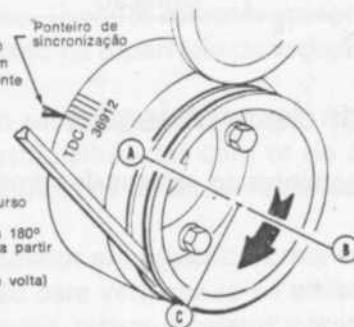

fig. 57
- Com o êmbolo n.º 1 no PMS, final do curso de compressão, posição "A" da fig. 57, verificar as seguintes válvulas:
- Girar a árvore de manivelas para a posição "B" da fig. 57 e verificar as seguintes válvulas:
- Girar a árvore de manivelas para a posição "C" da fig. 57, e verificar as seguintes válvulas:
- Com o êmbolo do cilindro n.º 1 no PMS, fim do curso de compressão, posição "A" da fig. 57, examinar as porcas e instalar as mesmas nos prisioneiros das seguintes válvulas:
- Girar a árvore de manivelas para a posição "B" da fig. 57. Verificar e instalar as porcas nos prisioneiros das seguintes válvulas:
- Girar a árvore de manivelas para a posição "C" da fig. 57. Verificar e instalar as porcas nos prisioneiros das seguintes válvulas: